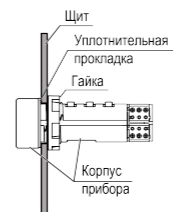

Рисунок 1 – Монтаж прибора
2. Установить уплотнительную прокладку из комплекта поставки, см. рисунок 1.